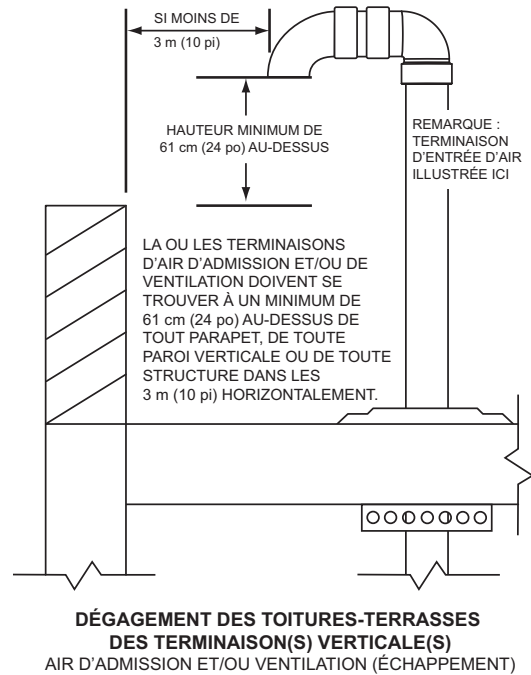

Figure : 19
Pour les installations sur toits-terrasses, les terminaisons d'entrée d'air et d'évacuation d'air doivent être au moins à 61 cm (24 po) au-dessus de tout parapet, mur vertical ou toute structure à moins de 3 m (10 pi) horizontalement. Voir Figure 19.
- Cimenter le raccord concentrique en Y au tuyau de la trousse avec le diamètre le plus gros, voir « Figure : 19 ».